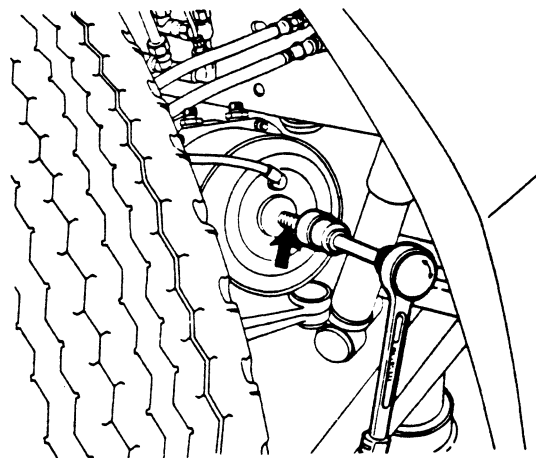

Fig. 3
- Draai aan beide zijden van de vooras de bouten aan de achterzijde van de veerremcilinder, zie de pijl in Fig. 3, geheel uit om de remmen te lossen. Dit is niet noodzakelijk bij voertuigen met remkamers.